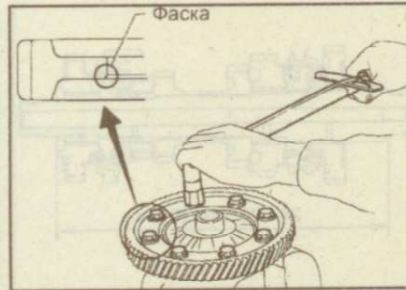

Рис. 9.125. Выворачивание болта крепления ведомой шестерни главной передачи к коробке дифференциала
1. Закрепите коробку дифференциала в тисках с мягкими губками. Выверните болты крепления ведомой шестерни главной передачи и снимите шестерню с коробки дифференциала (рис. 9.125).